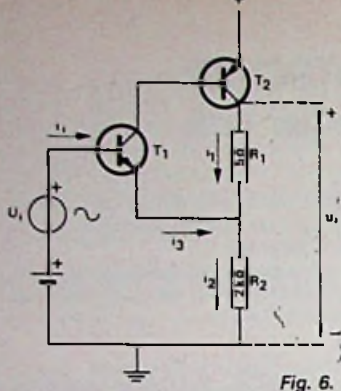

Fig. 6.
2. Van beide transistoren in fig. 6 mag worden verondersteld dat de collector-emitterspanning de collectorstroom niet beïnvloedt. Voor de NPN-transistor geldt dat de stroomversterkingsfactor $\alpha_e = 50$; voor de PNP-transistor geldt $\alpha_e = 20$.